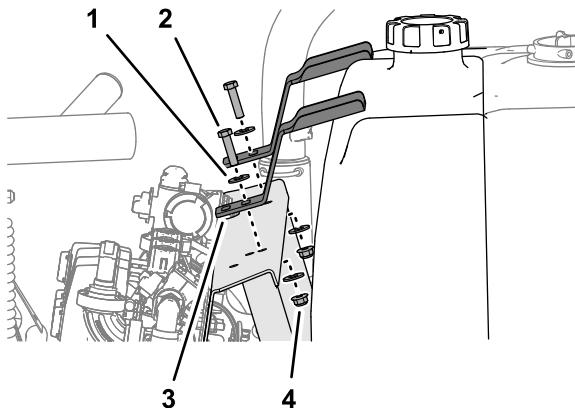

Figura 4
5. Retire los 2 pernos, las 4 arandelas y las 2 contratuerzas con arandela prensada que fijan las 2 pletinas de sujeción del depósito de enjuague al soporte de la válvula, y retire las pletinas de sujeción (Figura 4).
enjuague al soporte de la válvula, y retire las pletinas de sujeción (Figura 4).